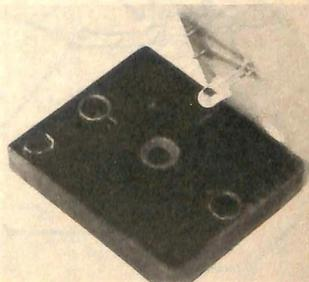

Fig. 5. Veduta del fotodiiodo.
Gli oscillogrammi di fig. 5 illustrano queste spiegazioni.
Figure 5 e 6. Andamento dei segnali nei vari punti del dispositivo e priedinatura dei diversi componenti impiegati.
▶ porta II, comprendo all'uscita della porta I il livello logico zero, il potenziale degli ingressi 5 e 6 cede ulteriormente di un poco, a causa della fuga di corrente attraverso  $R_{30}$ . Il livello del potenziale di commutazione concernente la parte discendente del segnale trattato è inferiore a quello che si riferisce alla parte ascendente, come mostra la curva corrispondente in **fig. 5**.